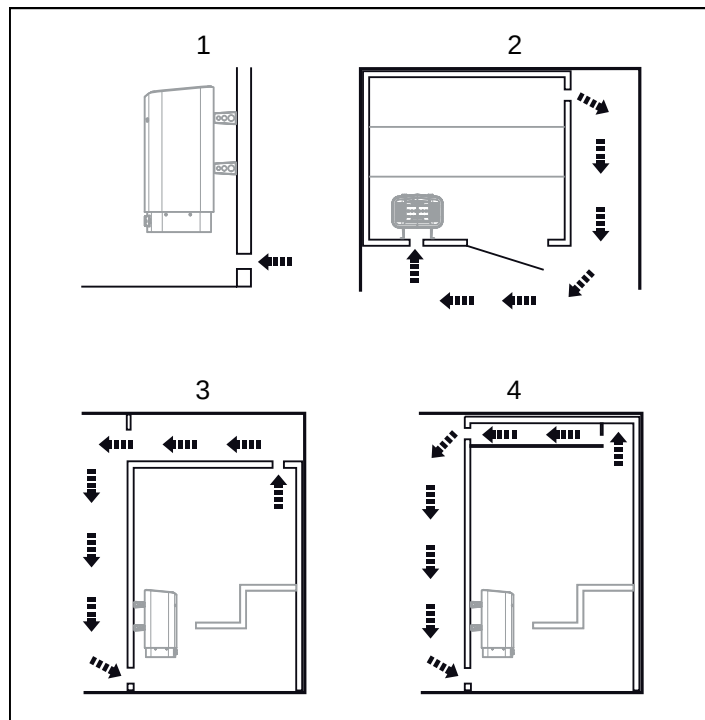

Fig. 6 : Emplacement des bouches d'entrée et de sortie d'air
Dans un sauna, l'air doit être renouvelé environ 6 fois par heure. Voir la Fig. 6.
- à une distance maximale par rapport à l'entrée d'air, par exemple en diagonale (voir Fig. 6).
- en hauteur sur la cloison, ou au plafond (voir Fig. 6).